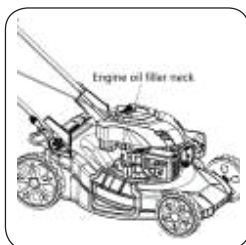

Рис. 8
**ПРОВЕРКА УРОВНЯ МОТОРНОГО МАСЛА И ЗАПРАВКА МОТОРНОГО МАСЛА (Рис. 8, 9 и 10).****⚠ ВНИМАНИЕ**